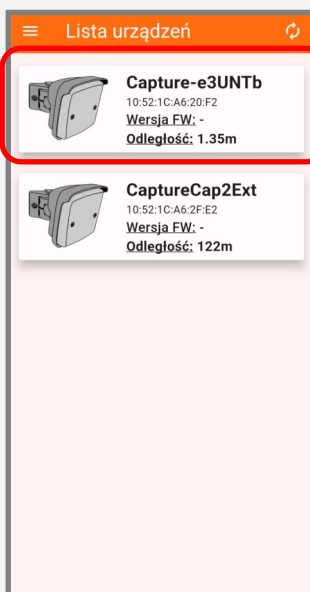

Fig 1
Należy wybrać dzień do zaprogramowania i nacisnąć **razem oba przyciski** aby rozpocząć konfigurację (sygnał akustyczny potwierdzenia). *Fig. 1*
20:30 *Fig. 1*
- 1) Po zainstalowaniu i uruchomieniu aplikacji należy wybrać dostępne urządzenie z listy. Fig 1